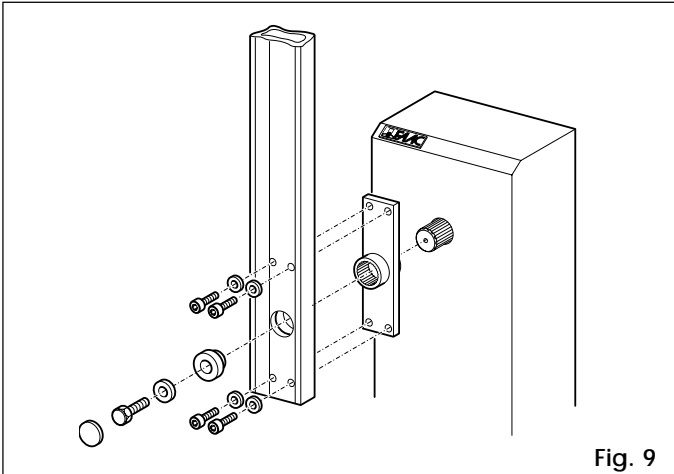

Fig. 9
- 4) Assembler la lisse au moyen de la visserie fournie comme indiqué en fig. 9, 10 et 11.